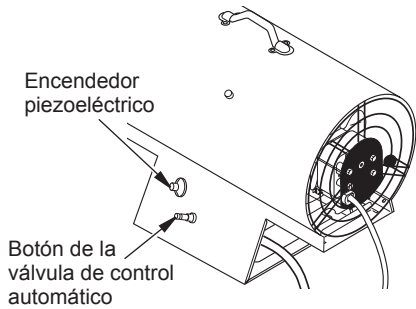

Figura 5. Botón de la válvula de control automático y el encendedor piezoeléctrico
- Presione y mantenga presionado el botón de la válvula de control automático (consulte la figura 5). Presione el botón del encendedor piezoeléctrico (consulte la figura 5). Continúe presionando el botón del encendedor hasta que se encienda el quemador. Cuando el quemador se encienda, mantenga presionado el botón de la válvula de control automático. Suelte el botón después de 30 segundos. Esto activará el sistema de control automático.